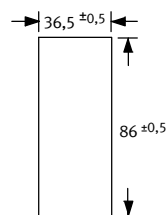

Fig. 11
– Размер выреза для передней панели в мм → Fig. 11